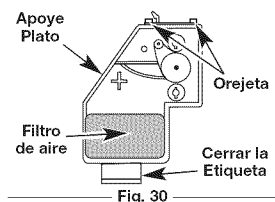

Fig. 30
2. Retire el filtro de aire (Fig. 30).
6. Vuelva a colocar el filtro (Fig. 30).